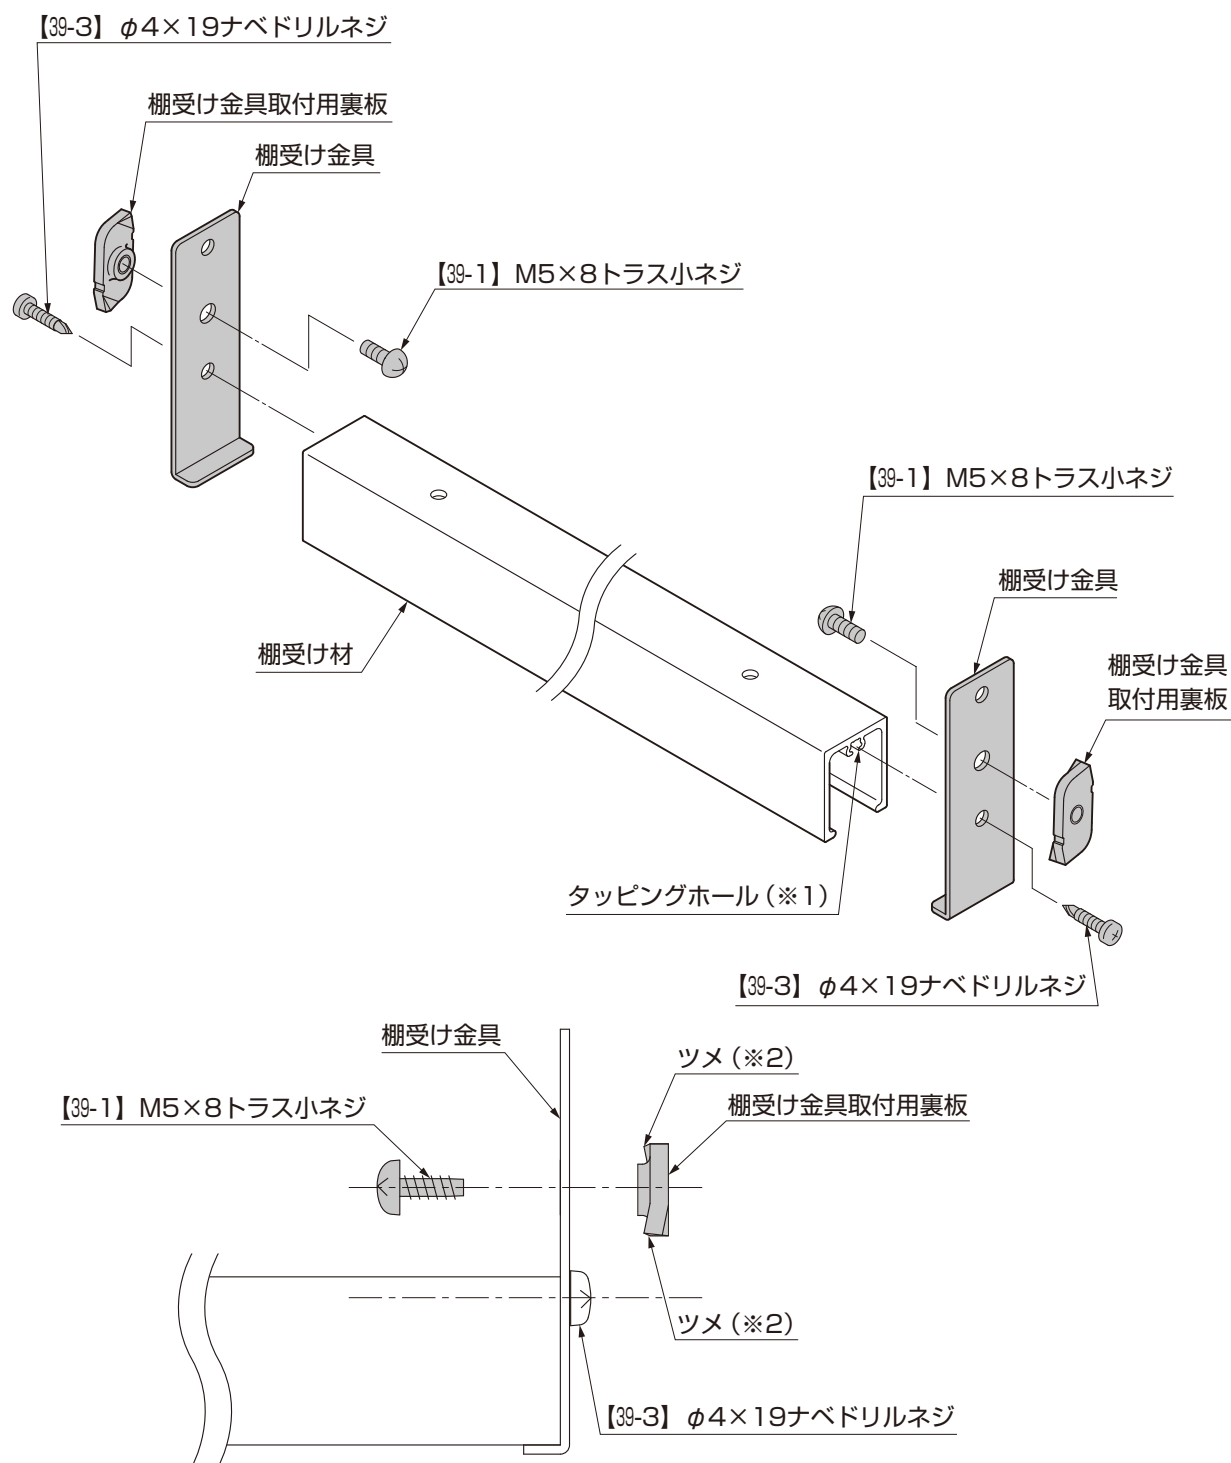

図4-1 棚受け金具の取付け
- 棚受け金具取付用裏板は表裏があります。角部にツメ(※2)が立っている側を棚受け金具側に向けてください。(図4-1参照)